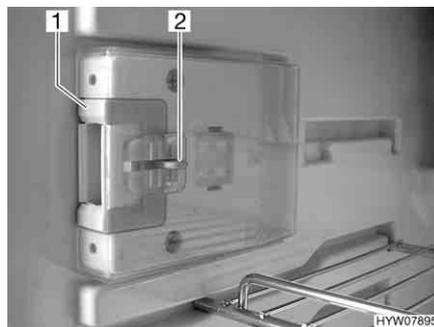
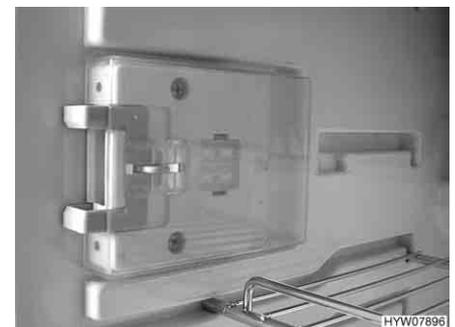

Fig. 225 Dispositif de fermeture en position normale
Fig. 226 Dispositif de fermeture en position de ventilation
- Presser le bouton de déverrouillage (Fig. 225,2).
- Pousser le dispositif de fermeture (Fig. 225,1) vers l'avant (Fig. 226).